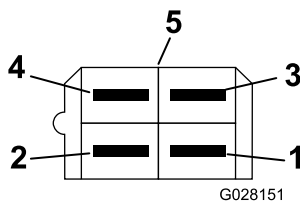

Figura 12
6. Instale el conector de 4 vías en el cable, introduciendo los pines a presión en la parte trasera del conector. (Figura 12). Marque este conector con la letra D (derecho) para facilitar la identificación de los cables a la hora de realizar las conexiones al arnés de cableado principal de la máquina.